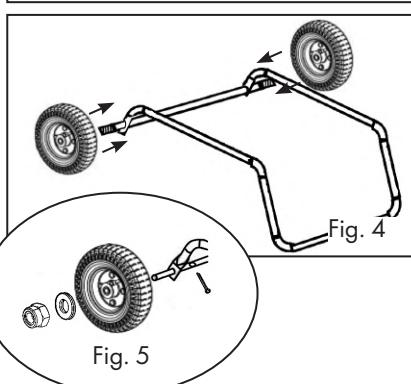

Fig. 4
- Empuje una rueda (4) a izquierda y derecha sobre el eje de la rueda (2), Fig. 4
- A continuación, deslice una arandela (C) en cada eje de rueda con rueda.
- Atornille la rueda y la arandela en el eje de la rueda con la tuerca de fijación (C).
Los dos productos de los gases de combustión se evacuan al exterior a través de una chimenea, véase la Fig.4.